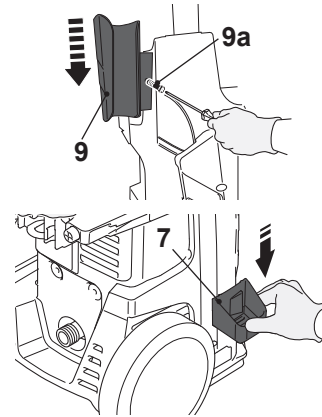

Fig. 2
- > Deslice el soporte superior de la pistola de pulverización (9) hasta el producto y fíjelo con el tornillo (9a) (Fig. 2).
- > Adjunte el soporte inferior de la pistola de pulverización (7) al producto. Asegúrese de que queda bien sujeto.